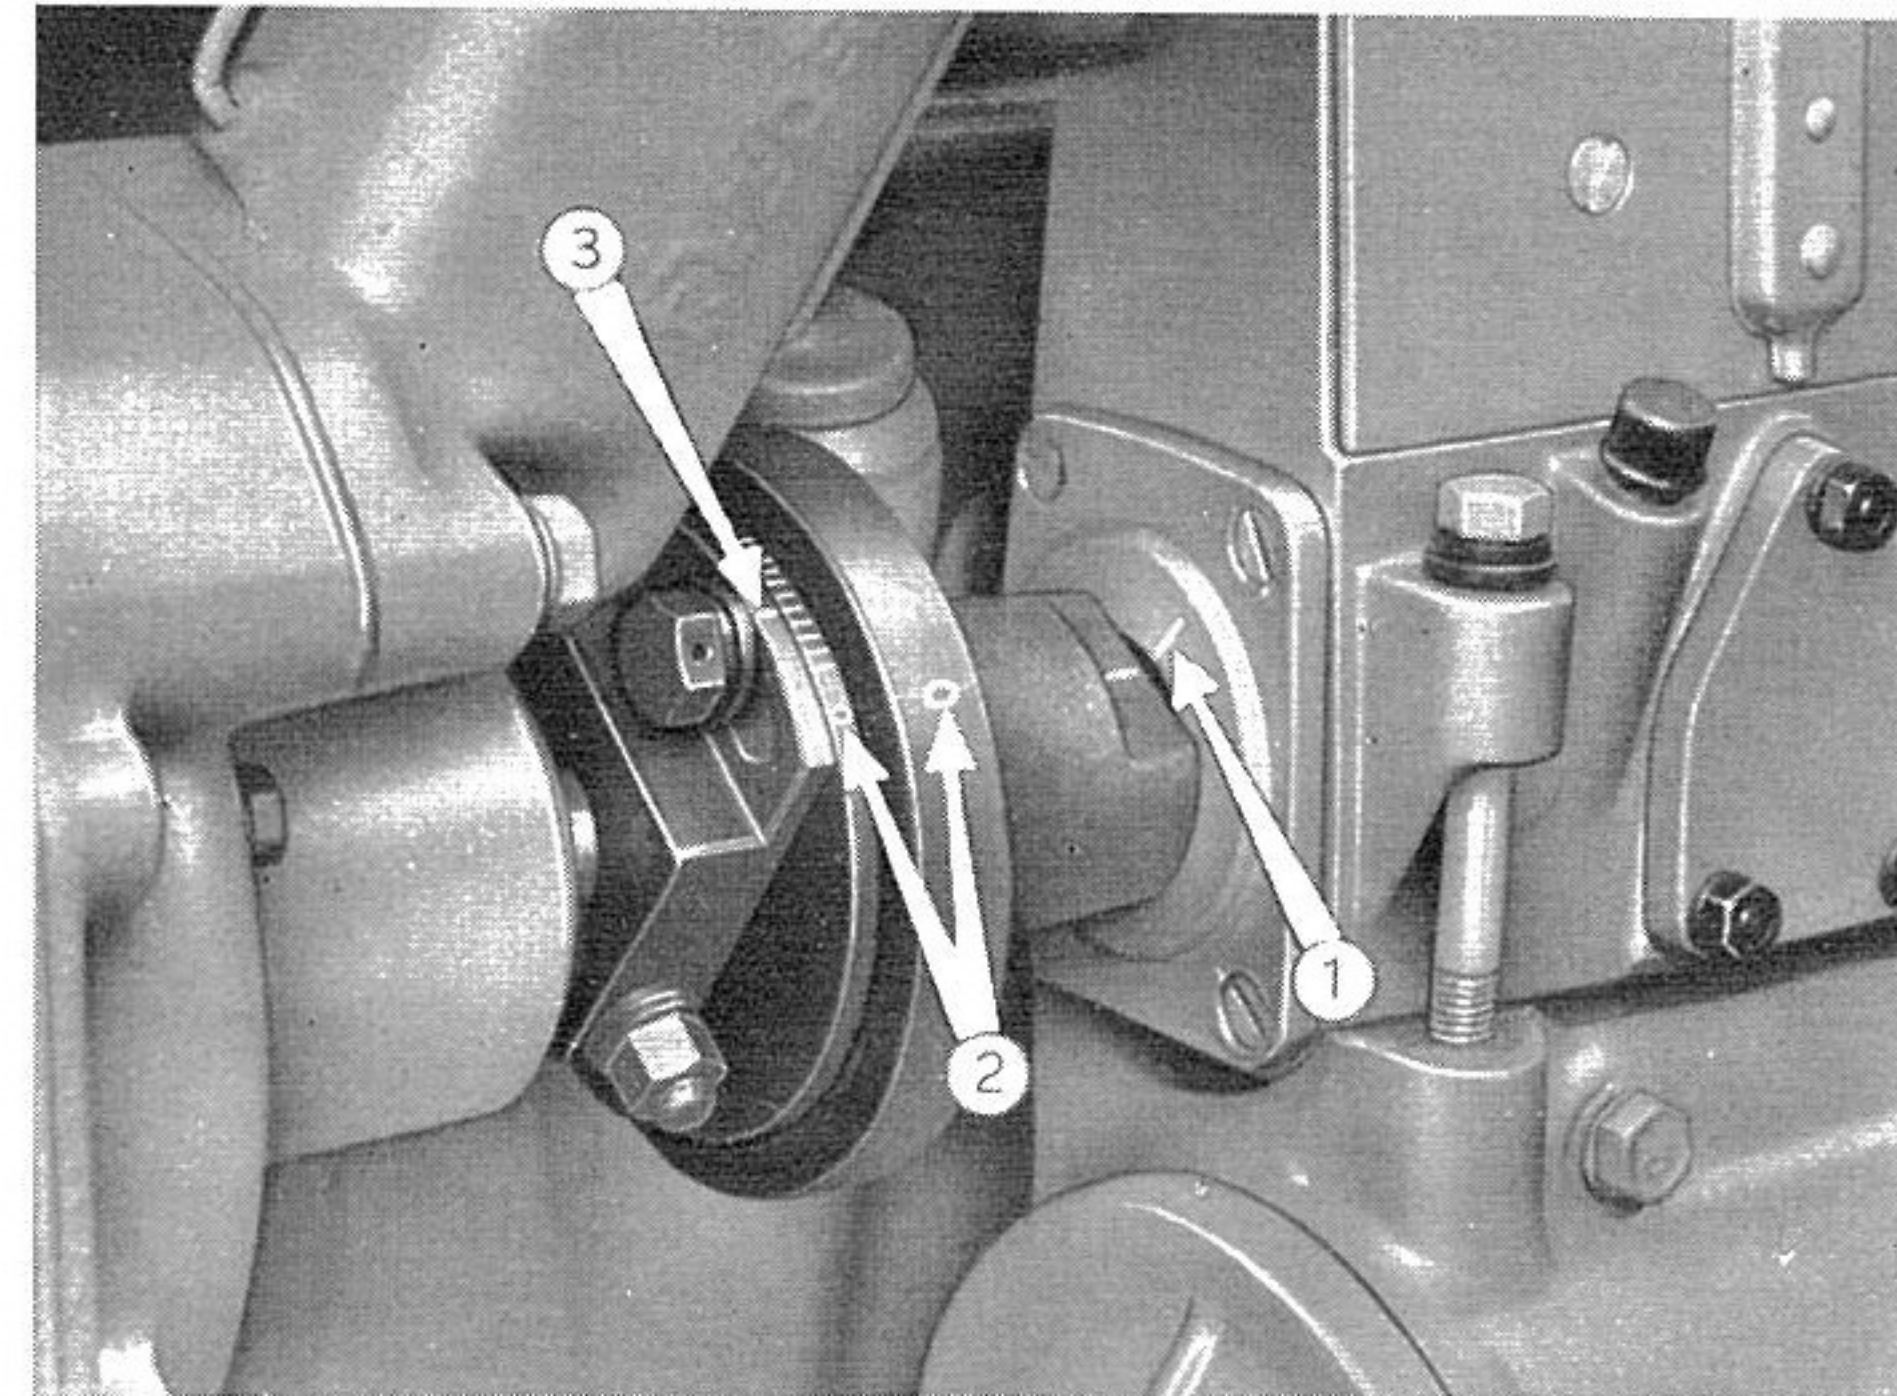

Fig. 40. - Repères sur la pompe d'injection et sur son joint de commande, pour caler la pompe sur le moteur.
— Lorsque la pompe n'est pas encore montée sur son support, faire tourner l'arbre de la pompe même jusqu'à ce que les repères gravés sur la carcasse de la pompe et du moyeu du joint (1, fig. 40), coïncident exactement. Ces repères indiquent la position de début de refoulement du piston n. 1 de la pompe.
- Si le repère ne correspond pas exactement avec l'index, desserrer alors les deux vis fixant le manchon de commande de la pompe (fig. 40), déplacer un petit peu le vilebrequin de façon à faire coïncider les repères, tout en tenant arrêté le joint du côté de la pompe; bloquer ensuite à nouveau les vis du manchon et répéter le contrôle du trop-plein pour s'assurer de la bonne exécution de l'opération.